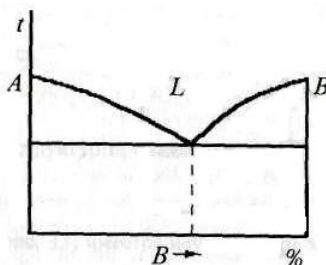

рис. 22
2.35. Какая диаграмма состояния представлена на рис. 22?